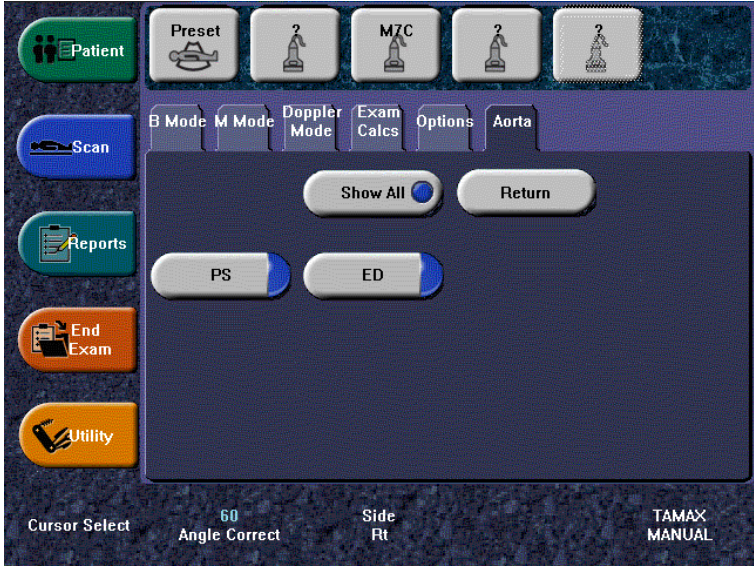

Рис. 8-7. Папка Aorta (Аорта)
2. Нажмите Show All (Показать все). См. Рис. 8-7.